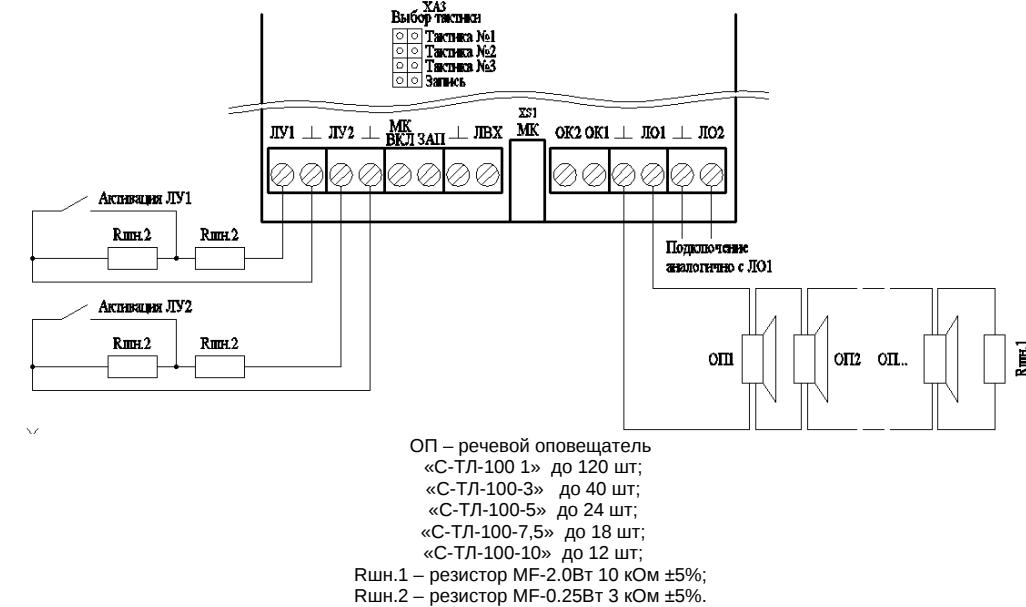

Рисунок 4. Схема внешних подключений линий управления (ЛУ1 и ЛУ2) и оповещения (ЛО1 и ЛО2)
- «ЛУ1» и «ЛУ2» данные входы служат для запуска оповещения от ПКП или устройства дистанционного пуска (УДП), каждая линия контролируется на обрыв и КЗ двумя последовательно включенными резисторами $3,0\text{k}\Omega \pm 5\%$ (см. рис. 4).
- «ЛО1» и «ЛО2» данные входы служат для подключения речевых оповещателей (до 120 шт. «С-ТЛ-100-1»; до 40 шт. «С-ТЛ-100-3»; до 24 шт. «С-ТЛ-100-5»; до 18 шт. «С-ТЛ-100-7,5»; до 12 шт. «С-ТЛ-100-10» суммарно на две линии оповещения), каждая линия контролируется на обрыв и КЗ одним резистором $10,0\text{k}\Omega \pm 5\%$ (см. рис. 4).